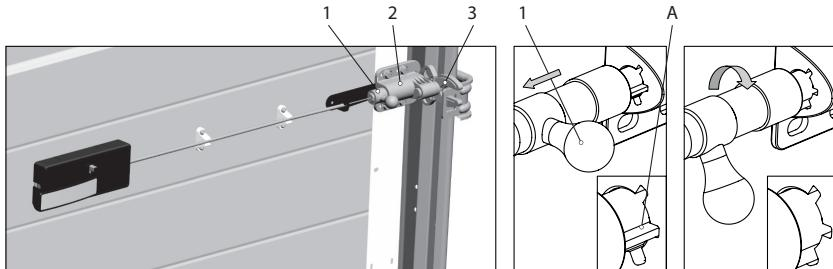

Рис. 2. Перевод запирающего устройства в постоянно разблокированное положение
- выдвинуть подпружиненный палец (1) из корпуса (2) и повернуть его до входления выступа (A) в один из боковых пазов корпуса (рис.2);
- проверить свободный ход вилки (3) в любом положении нажимной ручки.